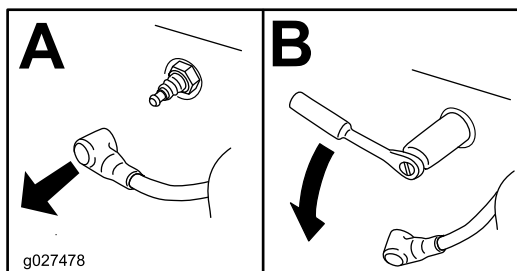

Figura 59
3. Retire la bujía (Figura 59).